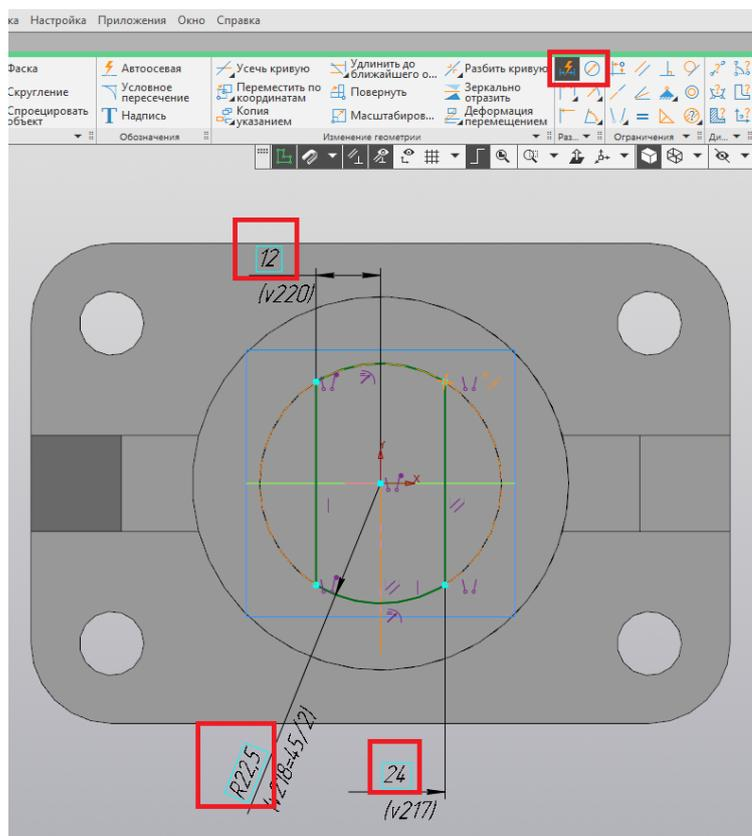

Рис. 156
28. Проставляем заданные размеры (рис. 156).